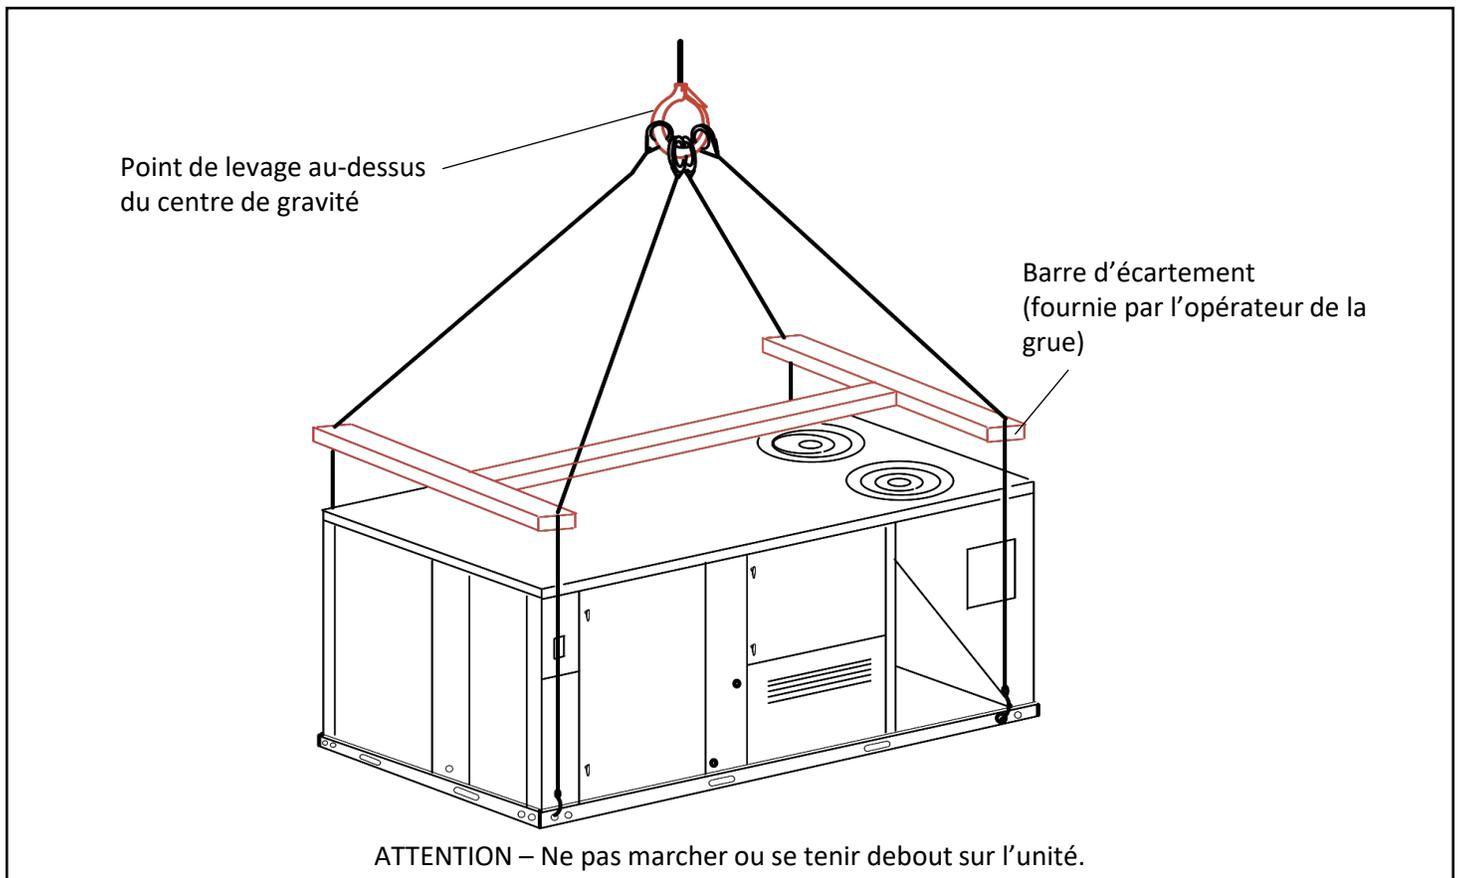

Figure 1. Utiliser une barre d'écartement lors du levage de l'unité de toit
3. Une barre d'écartement ou « barre en H » doit toujours être utilisée lors du levage. Voir la Figure 1 ci-dessous.